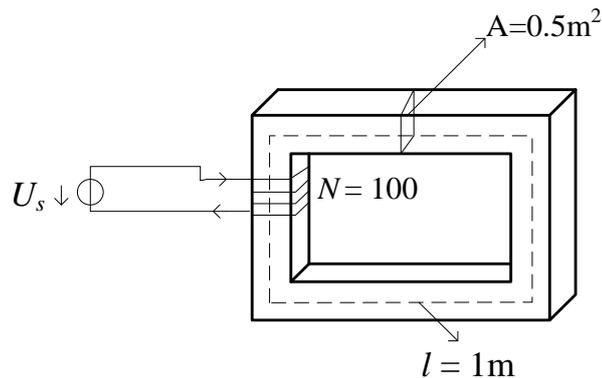
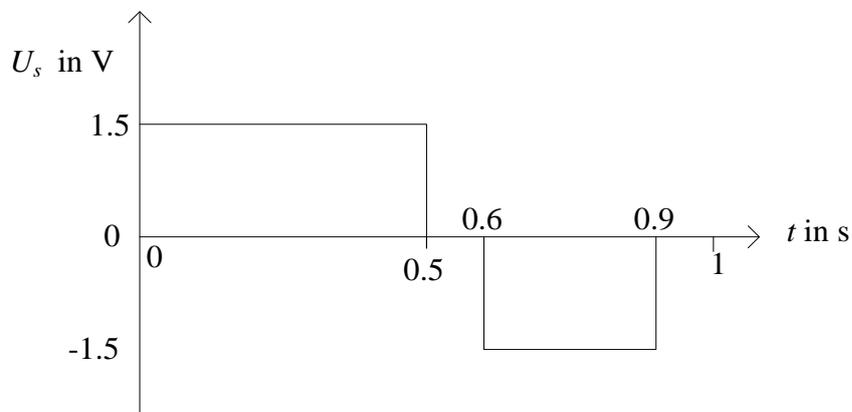

Bild 1.1 Magnetischer Kreis
Bild 1.2 Zeitlicher Verlauf der Eingangsspannung
1.1 Gegeben ist der in Bild 1.1 dargestellte magnetische Kreis. Zeichnen Sie die Verläufe des magnetischen Flusses ϕ im Eisen, der Flussdichte B und des Stroms i der Wicklung für den Zeitbereich von $t = 0$ bis 1 s. Der zeitliche Verlauf der Spannung $u_s(t)$ ist in Bild 1.2 dargestellt. Die Magnetisierungskurve für das verwendete Kernmaterial ist Bild 1.3 aufgezeigt. Hierbei ist zu beachten, dass die Magnetisierungskurve in drei abschnittsweise lineare Bereiche mit unterschiedlichen Steigungen unterteilt werden kann.